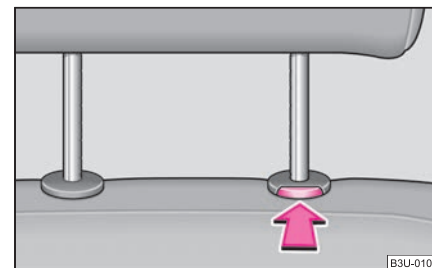

Fig. 48 Extraction des appui-tête
- Poussez la touche de sécurité dans le sens de la flèche ⇒ page 55, fig. 48 et retirez l'appui-tête.
Vous devez toujours pousser la fixation pour pouvoir insérer l'appui-tête inclinable* ou pour pouvoir le faire passer de la position haute à la position basse ⇒ page 55, fig. 48.